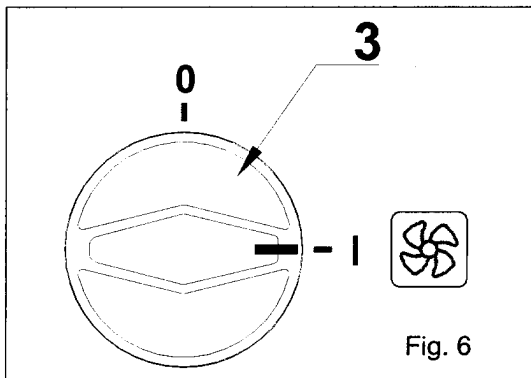

Fig. 6
Para empezar el ciclo de cocción girar el mando del selector (3) hasta la posición 1 como indica la Fig.6.